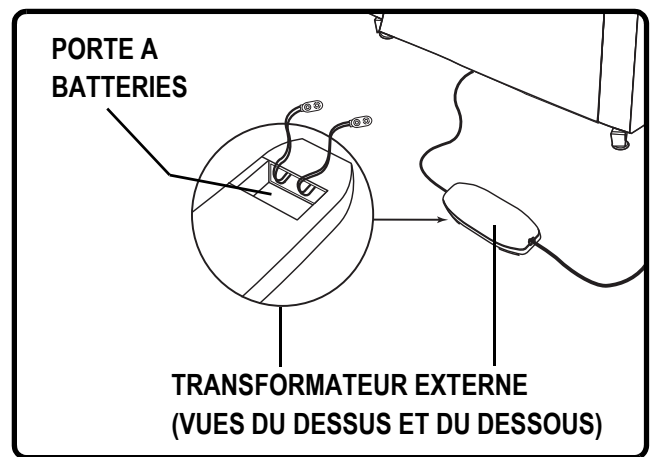

Figure 3.3 Emplacement des batteries
3. Installez deux batteries 9V dans le transformateur externe (Fig. 3.3).